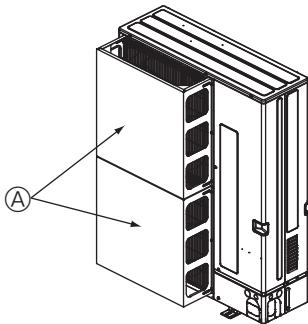
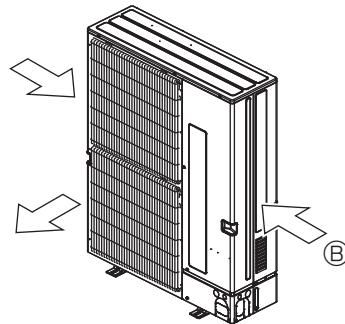

Fig. 2-16
Fig. 2-17
- ① Monter en luftkanal (ekstrautstyr) hvis enheten monteres på et sted der sterk vind fra en orkan osv. kan komme direkte inn i luftutløpet. (Fig. 2-16)
② Luftkanal
- ② Posisjoner enheten slik at luftutløpet står vinkelrett på den rådende vindretningen for årstiden, hvis det er mulig. (Fig. 2-17)
③ Vindretning